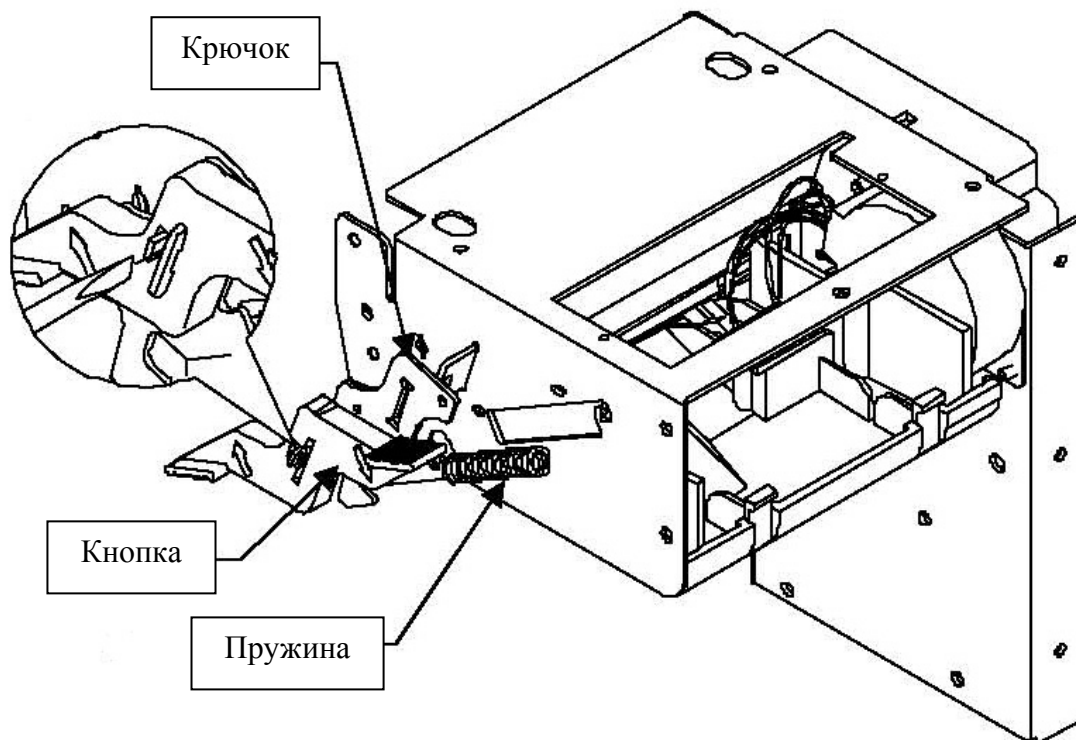

Рисунок 19 – Удаление кнопки, крючка и пружины
3. Удалить нижнюю направляющую (см. рис. 19)